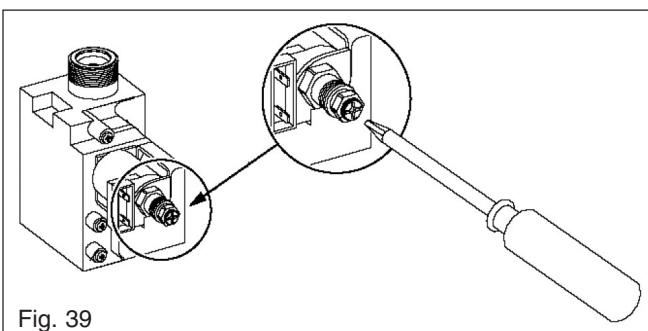

Fig. 39
7.3.2 SETTING THE MINIMUM BURNER PRESSURE fig. 39